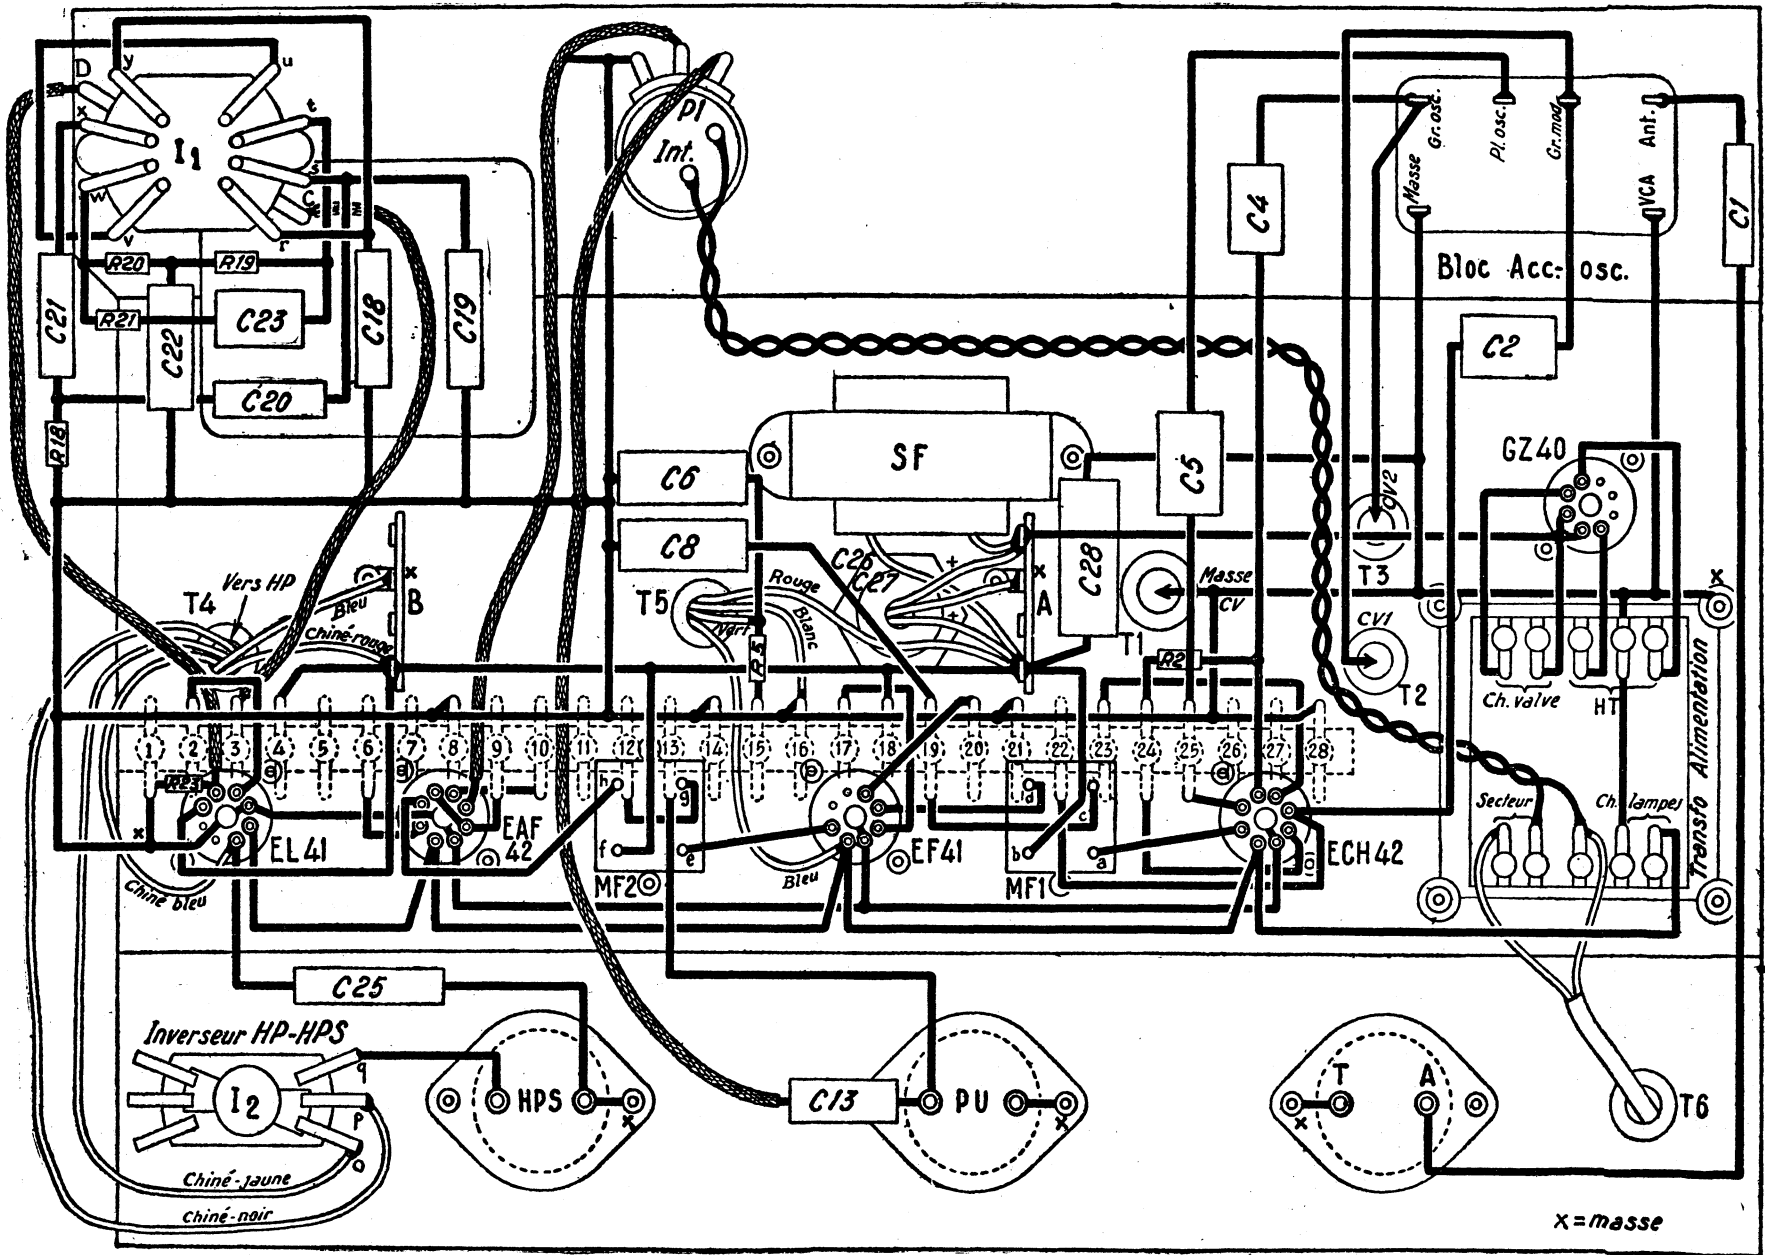
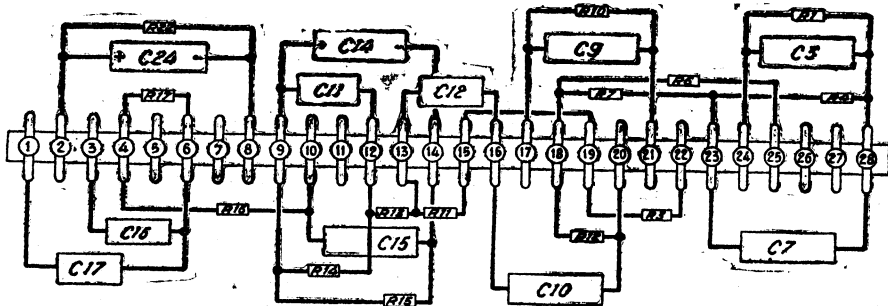

Figure 2
Figure 3
Après avoir terminé le câblage de tous les éléments mentionnés sur le plan de la figure 2, on soudera toutes les résistances et condensateurs de la barrette, selon le plan de la figure 3.
**Liaison extérieure à la ligne de masse, soudée à la partie supérieure des douilles de blindage centrales des supports des tubes ECH42, EF41, EAF42, EL41. Cette liaison sert d'autre part à la fixation de la barrette, disposée comme indiqué par le plan de la figure 2, à 3 cm environ du fond du châssis. Reliée à la grille de commande de l'EL41 par R23 de 0,5 MΩ.**